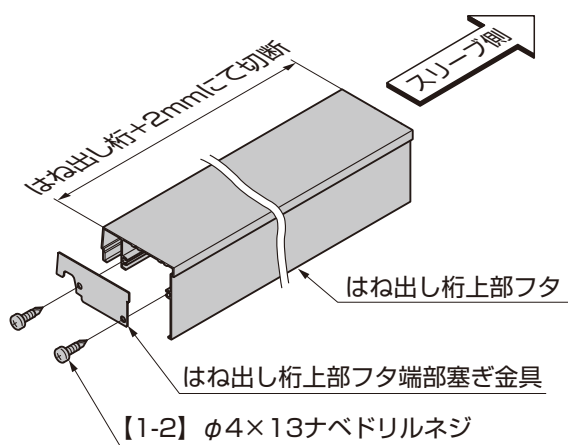

図3-4
- ④はね出し桁上部フタ端部塞ぎ金具をはね出し桁上部フタに【1-2】で取付けてください。(図3-4参照)